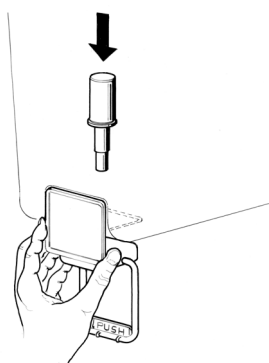

figure 6
**3 Robinet en inox à gravité:** monter le levier de débit robinet et enfiler le piston avec son joint (voir figure 6).